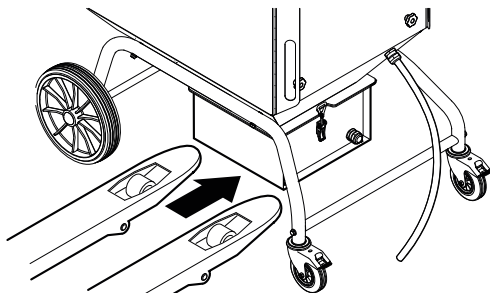

Fig. 21
1. Mit einem geeigneten Palettenstapler unter den Staubsammelbehälter fahren, siehe **Fig. 21**.